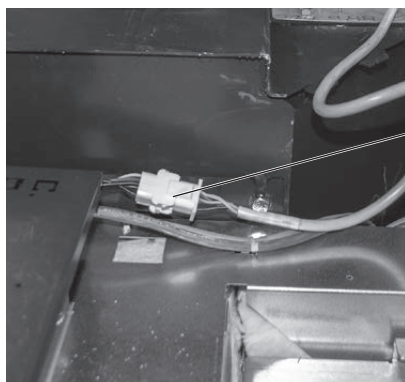

Fig. 47 Inserire la spina di rete della turbina di aspirazione
- Inserire la spina di rete della turbina di aspirazione – Fig. 47.